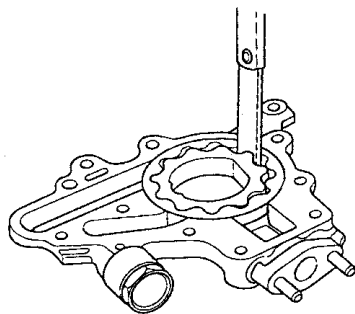

图 2-152 检查内转子和外转子之间的径向间隙
- 2) 如图 2-152 所示，检查内转子和外转子之间的径向间隙。如果径向间隙超出了维修极限，应更换机油泵。内转子与外转子之间的径向间隙，标准值：0.02~0.14mm；维修极限：0.20mm。